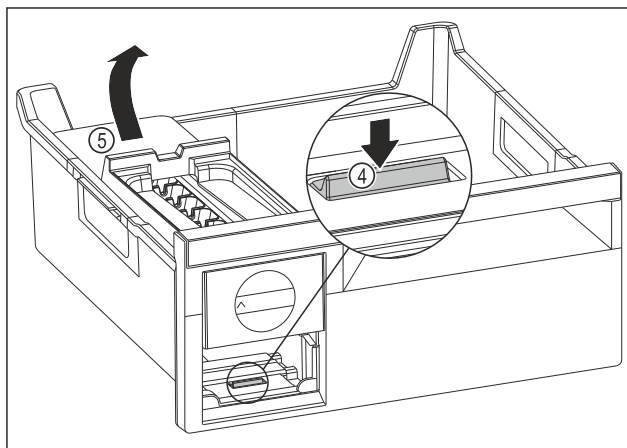

Fig. 79
- Извлеките корпус EasyTwist-Ice: Надавите пальцем вниз на накладку Fig. 79 (4) и одновременно другой рукой поднимите корпус EasyTwist-Ice Fig. 79 (5) сзади.